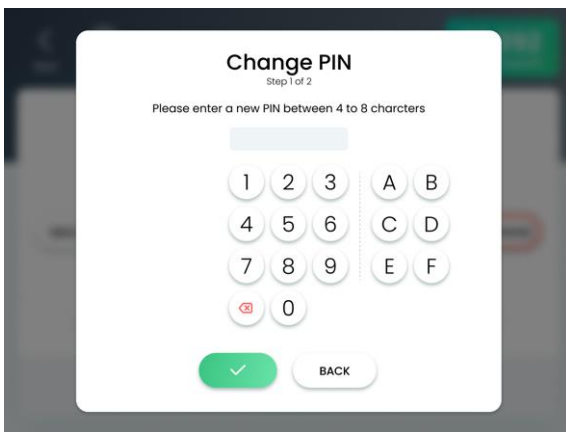

Figure 6-10. Écran Change PIN (Changement du code PIN) (étape 1 sur 2)
- Appuyez sur le bouton **Change PIN** (Changer le code PIN) (étape 1 sur 2) ; l'écran de changement du code PIN sur apparaît, comme illustré à la Figure 6-10.